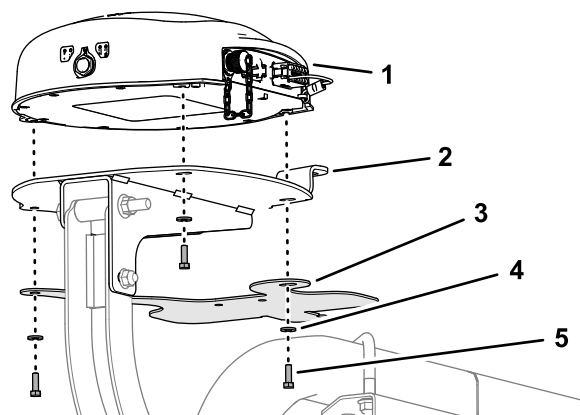

Figura 155
1. Alinee las 3 pestañas roscadas de la base del receptor de navegación con los 3 orificios de la placa del receptor (Figura 155).
2. Alinee el orificio y la ranura del soporte de la antena del módem con los orificios de la placa del receptor (Figura 155).
3. Monte el receptor de navegación y el soporte de la antena en la placa (Figura 155) con los 3 pernos de cabeza hexagonal (5 mm x 16 mm) y las 3 arandelas (5 mm).